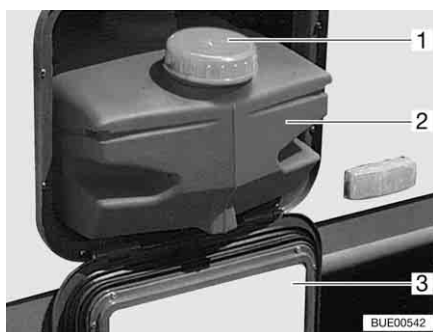

Bild 146 Wassertank 22 l
Bei Transport den Wassertank mit dem Verschlussdeckel (Bild 146,1) verschließen.
- Serviceklappe (Bild 146,3) öffnen (siehe Kapitel 6).
- Wassertank (Bild 146,2) herausziehen.
- Wassertank (Bild 146,2) herausziehen und entleeren.